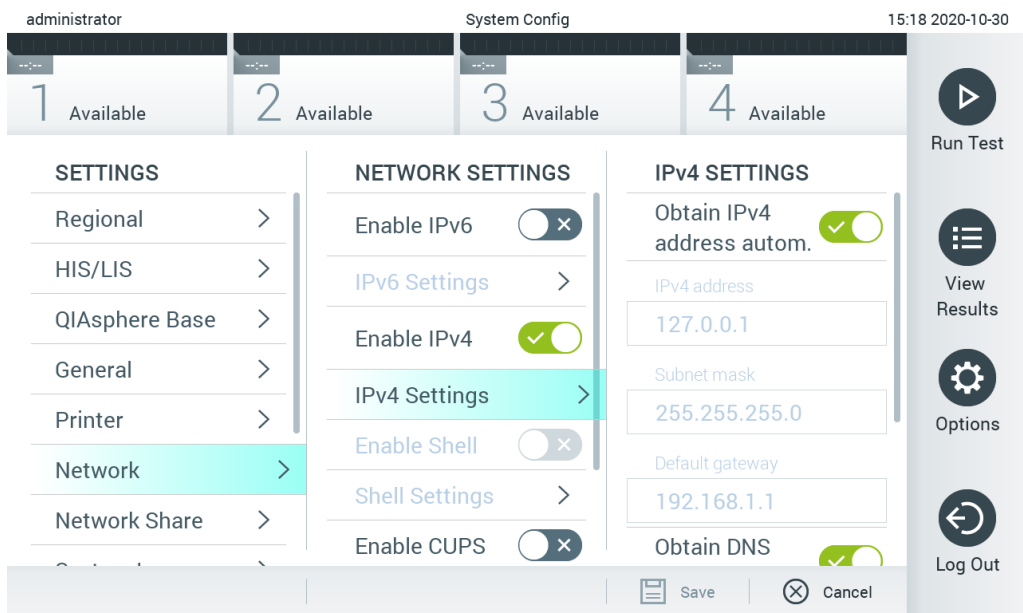

图 68. 配置网络设置。
2. 从左侧列中的设置列表中选择 **Network**（网络）（图 68）。